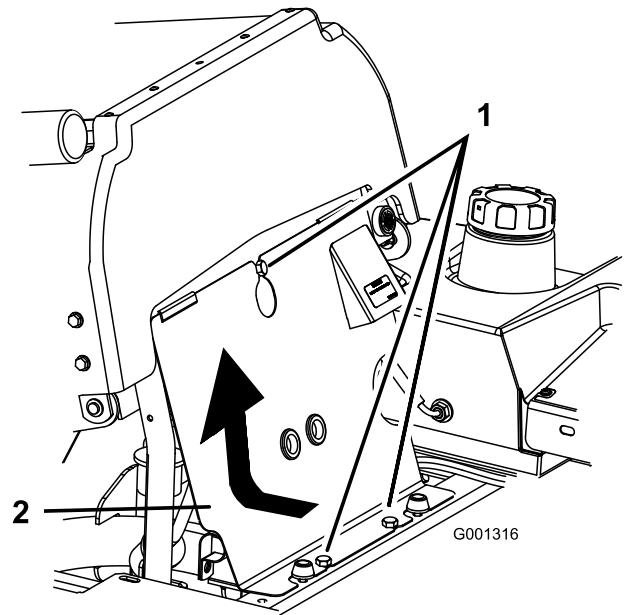

Bild 35
1. Kippen Sie den Sitz nach vorne, lösen Sie die Schrauben und entfernen Sie die vordere Motorverkleidung (Bild 35).